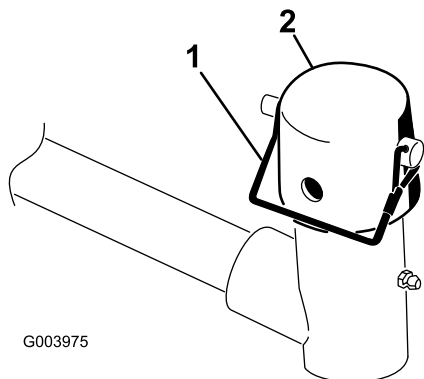

図 3
3. 各カッティングユニットの昇降アームで、キャップを昇降アームのピボットヨークに固定しているリンチピンを外してキャップを外す 図 3。